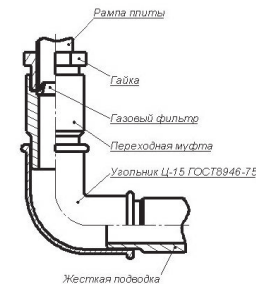

Рис. 3
- Жесткое подсоединение к газовому стояку (рис.3) производится с помощью переходной муфты (в комплект поставки не входит).